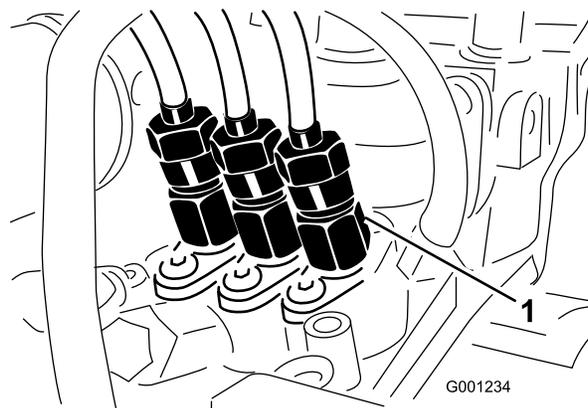

Рисунок 53
1. Ослабьте гайку трубки, идущей к соплу № 1, и держатель в сборе на насосе для впрыска топлива (Рисунок 53).